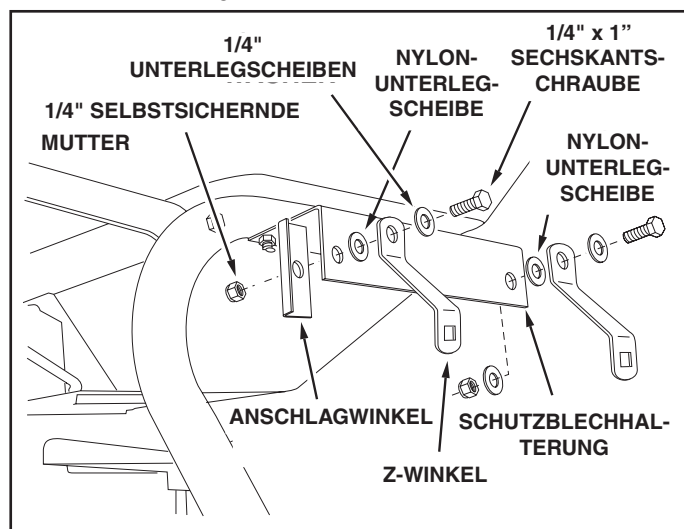

ABBILDUNG 12
22. Befestigen Sie einen Anschlagwinkel und einen Z-Winkel mit einer 1/4" x 1" Sechskantschraube, zwei 1/4" Unterlegscheiben, einer Nylon-Unterlegscheibe und einer 1/4" selbstsichernden Mutter am hinteren Loch im rechten Schutzblech. Platzieren Sie den Anschlagwinkel an der Innenseite und den Z-Winkel an der Außenseite. **Ziehen** Sie die Mutter soweit **fest**, dass der Z-Winkel frei schwenkbar ist. Siehe Abbildung 12. Wiederholen Sie die Schritte für die linke Schutzabdeckung.
23. Befestigen Sie einen Z-Winkel mit einer 1/4" x 1" Sechskantschraube, zwei 1/4" Unterlegscheiben, einer Nylon-Unterlegscheibe und einer 1/4" selbstsichernden Mutter am vorderen Loch im rechten Schutzblech. **Ziehen** Sie die Mutter soweit **fest**, dass der Z-Winkel frei schwenkbar ist. Siehe Abbildung 12. Wiederholen Sie die Schritte für die linke Schutzabdeckung.